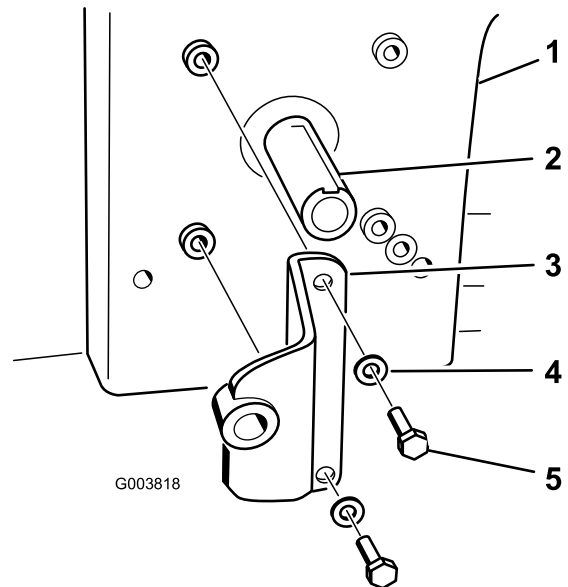

Figure 18
4. Fixez le support de la pompe au moteur au moyen de 2 boulons (5/16 x 3/4 po) et 2 rondelles (3/8 po). Reportez-vous à la Figure 18 pour savoir comment installer correctement le support de pompe.